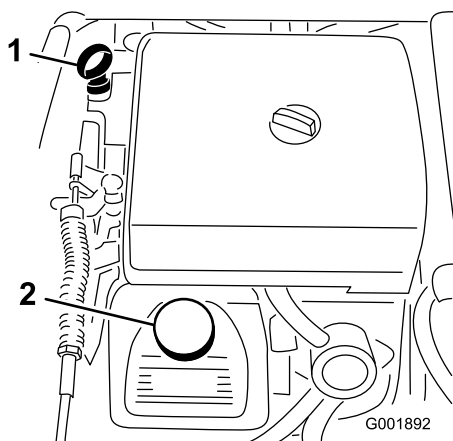

Figura 20
2. Togliete l'asta di livello ed asciugatela con un panno pulito (Figura 20). Inserite l'asta nel tubo e verificate che sia inserita a fondo. Rimuovete l'asta e controllate il livello dell'olio.
3. Se l'olio è insufficiente, togliete il tappo di rifornimento dal coprivalvola (Figura 20) e versate l'olio nel foro finché non raggiunge il segno di pieno (Full) sull'asta; il tipo di olio e la viscosità adatti sono riportati nella sezione Manutenzione dell'olio motore, Manutenzione del motore, pagina 41. Versate l'olio lentamente, controllando spesso il livello durante questa operazione. Non riempite troppo.